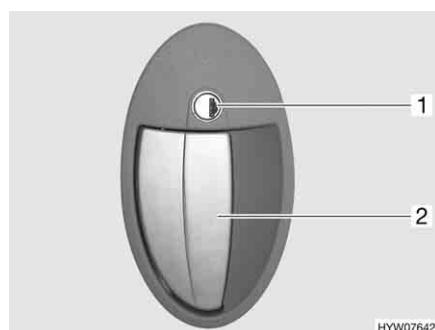

Fig. 49 Serratura della porta (porta di ingresso, lato esterno)
*Apertura:* ■ Inserire la chiave nel cilindro della serratura (Fig. 49,1) e ruotare in senso orario, fino a quando la serratura della porta si sblocca.
■ Tirare la maniglia della porta (Fig. 49,2). La porta è aperta.
*Bloccaggio:* ■ Inserire la chiave nel cilindro della serratura (Fig. 49,1) e ruotare in senso antiorario, fino a quando la serratura della porta si blocca.